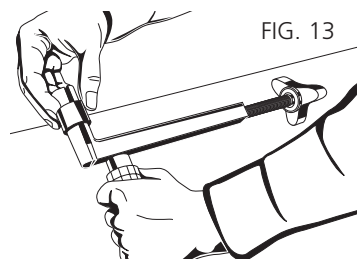

FIG. 13
- 1) Inserire l'adattatore in elastomero nei becchi del morsetto divaricatore fino al totale inserimento (FIG. 13).